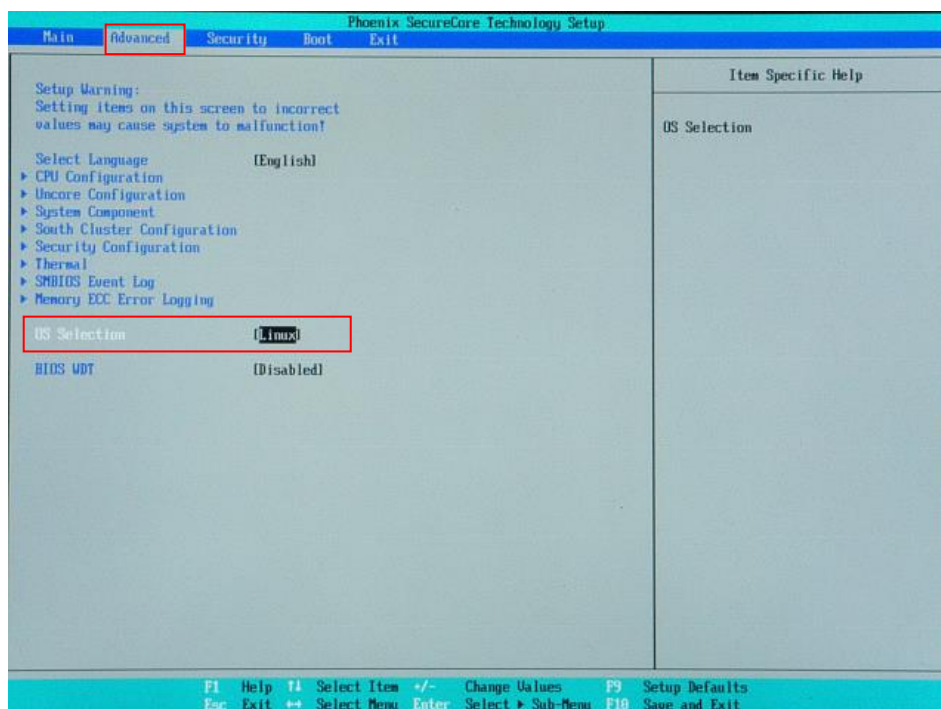

図 6-1-2-1. BIOS 設定 Advanced メニュー
- ⑦ [Boot]メニューを選択します。(図 6-1-2-2)
- ⑧ [USB CD] (接続した USB-DVD ドライブ) を [ATA HDD0] (m-SATA メインストレージ) よりも上に設定します。